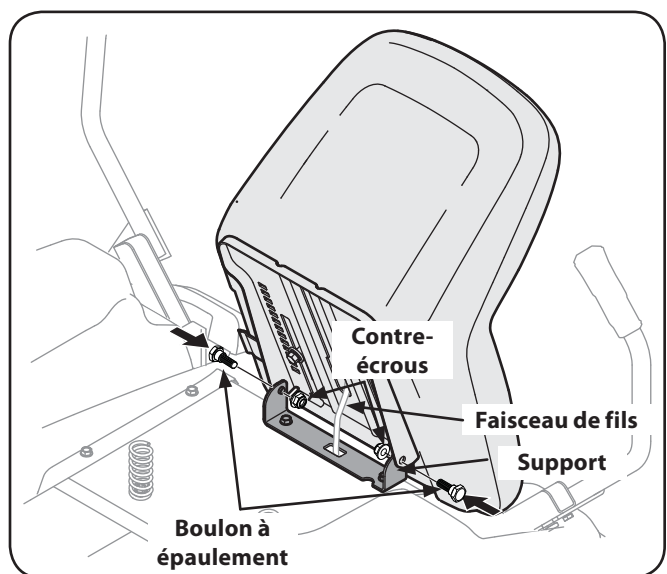

Figure 3-6
3. Positionnez le siège et maintenez-le en place avec les boulons à épaulement et les contre-écrous enlevés précédemment. Faites attention de ne pas pincer ni endommager le faisceau de fils lors de l'installation du siège. Voir la Figure 3-6.